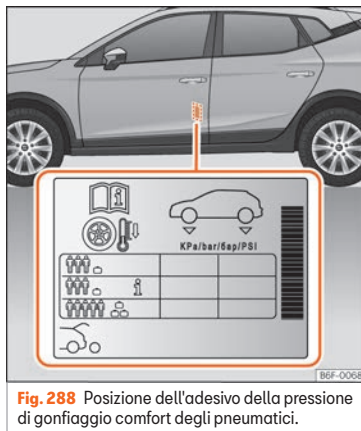

Fig. 288 Posizione dell'adesivo della pressione di gonfiaggio comfort degli pneumatici.
- Adattare la pressione degli pneumatici al carico del veicolo » **fig. 288**.
I valori della pressione di gonfiaggio degli pneumatici sono riportati sull'etichetta adesiva situata nella zona posteriore del telaio della porta anteriore sinistra » **fig. 288**.
A seconda del veicolo, è possibile adattare a mezzo carico la pressione di gonfiaggio degli pneumatici per aumentare il comfort di guida (pressione di gonfiaggio **1** » **fig. 288**). Quando si circola con la pressione di gonfiaggio comfort, il consumo di carburante può aumentare leggermente.
di carico più elevato indicato sull'etichetta adesiva »» fig. 288.
Nel caso del ruotino di scorta [125/70 R16 o 125/70 R18], gonfiare alla pressione di 4,2 bar come indicato nell'etichetta della pressione degli pneumatici »» fig. 288.
- Il conducente è responsabile che tutti gli pneumatici del veicolo siano gonfiati alla pressione corretta. La pressione di gonfiaggio consigliata è indicata in un adesivo »» fig. 288.
- Con gli pneumatici freddi, si deve mantenere sempre la pressione indicata sull'adesivo »» fig. 288.